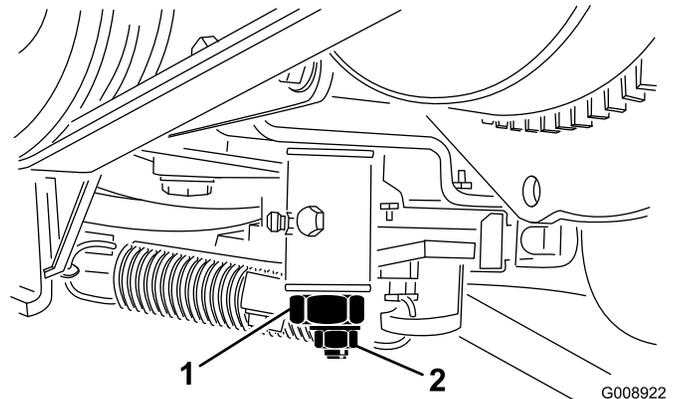

図 48
2. 噴射ポンプのレバー・アーム（図 48）の部分にあるスロットル・ケーブルのコネクタをゆるめる。